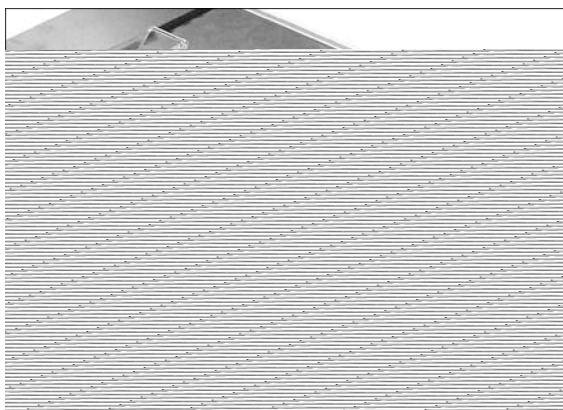

Рис. 9-9
Для более эффективной работы с угловым упором во время поперечного распила некоторые пользователи крепят к нему вспомогательный деревянный брусок (F, Рис. 9-9) с приклеенной наждачной бумагой (G).